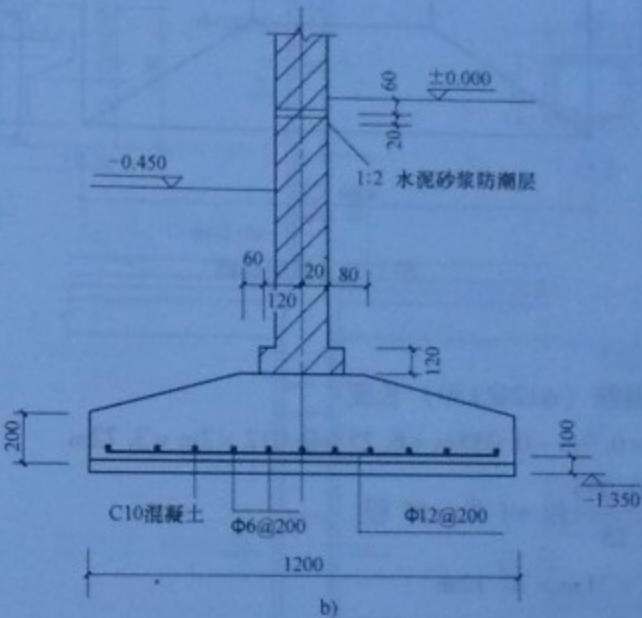

图 1-72 钢筋混凝土条形基础
**【例 1-72】** 某独立小型住宅,基础平面及剖面配筋如图 1-72 所示。基础有 100 厚混凝土垫层;外墙拐角处,按基础宽度将分布筋改为受力筋;在内外墙丁字接头处受力筋铺至外墙中心线,计算钢筋工程量。